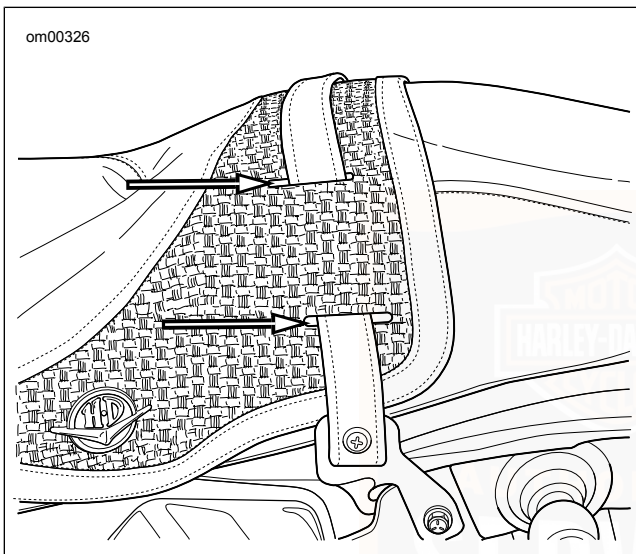

Abbildung 106. Riemenschlitze: FLHRC
4. **FLHRC:** Siehe Abbildung 106 >. Den Riemen zum Entfernen durch die Schlitzte im Sitz ziehen.
4. **FLHRC:** Siehe Abbildung 106 >. Den Riemen durch die Schlitz im Sitz anbringen.